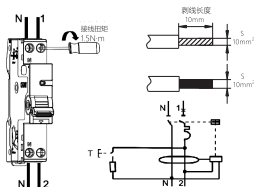

图5 5NB5LE-40Y接线方式
5.4 适用于铜导线连接，导线选择见表1，接线方式及剥线长度如下图5